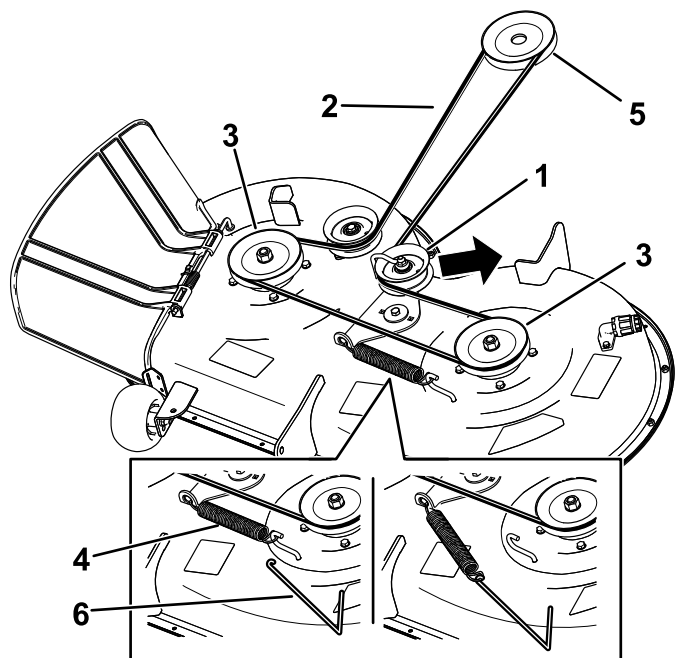

Figura 56
2. Șurub (3)
- Utilizând un instrument de îndepărtare arcuri (nr. piesă Toro 92-5771), îndepărtați arcul rolei de ghidare din cârligul punii pentru a detensiona fulia rolei de ghidare și îndepărtați cureaua de pe fulii (Figura 56).
- Amplasai cureaua nouă în jurul fuliilor motorului și ale mainii de tuns iarba (Figura 56).
- Utilizând un instrument de îndepărtare arcuri (nr. piesă Toro 92-5771), montați arcul rolei de ghidare pe cârligul punii și tensionați fulia rolei de ghidare și cureaua mainii de tuns iarba (Figura 56).